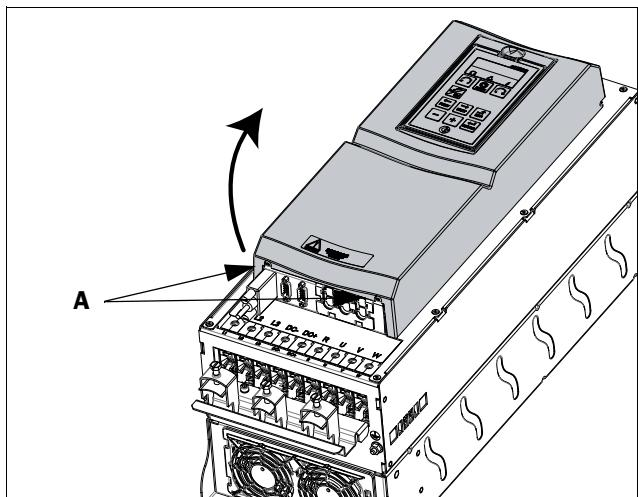

Рис. 24 Снятие передней крышки на корпусе с типоразмером С2 - F2 (принципиальная схема).
- Ослабьте два винта А (см. Рис. 24) в нижней части крышки на несколько оборотов (нет необходимости извлекать винты полностью).